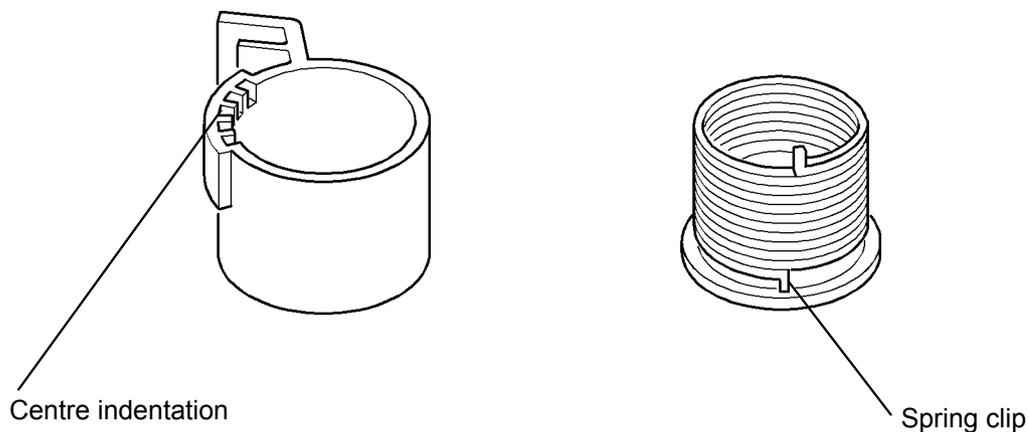

Рисунок 4. Пружинный держатель подшипника скольжения
1. Установите пружинный держатель в центральной из 5 выемок, рисунок 4.